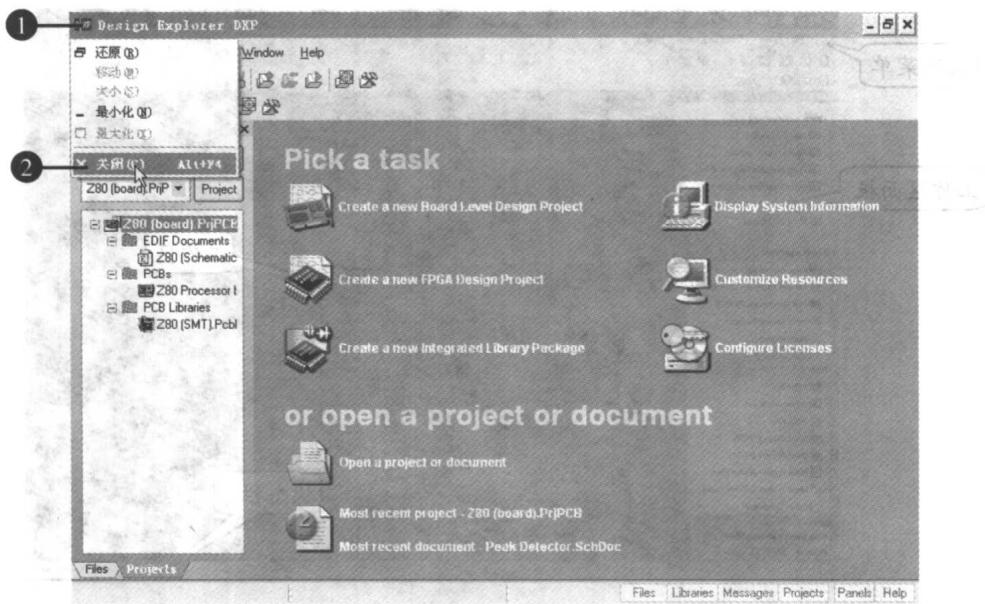

图 1-8 关闭 Protel DXP
- 在 Protel DXP 主窗口的标题栏中单击左边的应用程序图标 ，在弹出的下拉菜单中选择“关闭”选项，如图 1-8 所示。